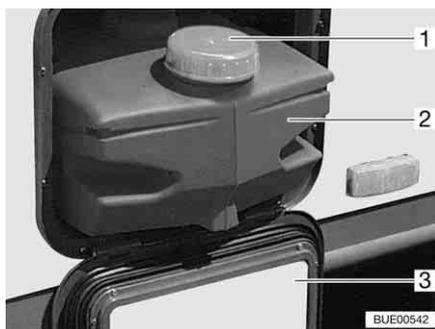

Bild 160 Wassertank 22 l
Bei Transport den Wassertank mit dem Verschlussdeckel (Bild 160,1) verschließen.
- Serviceklappe (Bild 160,3) öffnen (siehe Kapitel 6).
- Wassertank (Bild 160,2) herausziehen.
■ Serviceklappe (Bild 160,3) öffnen (siehe Kapitel 6).
■ Wassertank (Bild 160,2) herausziehen und entleeren.